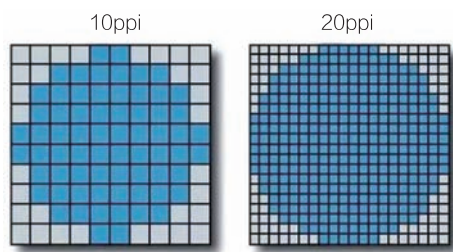

图 2-1-19 分辨率
2) 分辨率。分辨率是指单位长度上的像素点数，如图 2-1-19 所示。它决定于图片的像素数和图片的尺寸（幅面），是用于度量图像内数据量多少的一个参数。通常表示成 ppi（每英寸像素，pixel per inch）和 dpi（每英寸点，dots per inch）。